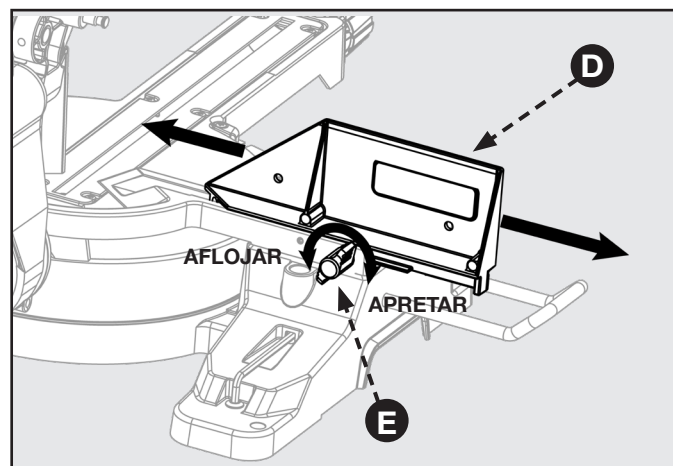

FIGURA 25
Esta sierra está equipada con una guía tope de extensión ajustable. Para extender o retraer la guía tope, consulte la Figura 25 y siga estas instrucciones: Afloje la tuerca de mariposa (E) girando hacia la izquierda y deslice la guía tope (D) hacia la posición deseada. Asegúrese de volver a apretar la tuerca de mariposa (E) girándola hacia la derecha.